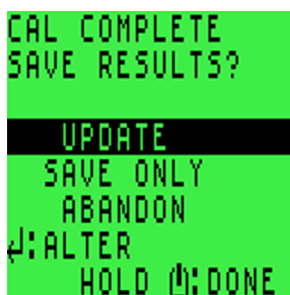

Рисунок 59: Экран CAL COMPLETE/SAVE RESULTS (завершение калибровки, сохранение результатов)
7. После успешного завершения калибровки можно сохранить результаты (см. Рисунок 59: Экран CAL COMPLETE/SAVE RESULTS \(завершение калибровки, сохранение результатов\)).